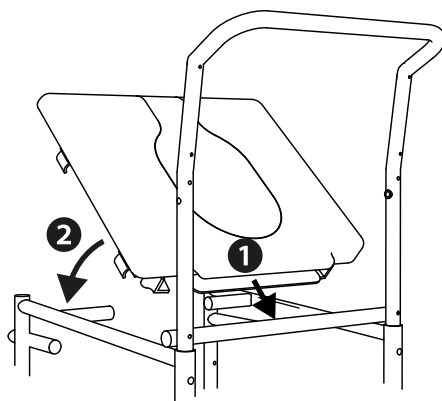

Abb.7
2. Nehmen Sie das Sitzpolster und schieben Sie es mit der Aussparung in die hintere Quertraverse des Rahmens (1, Abb. 7).